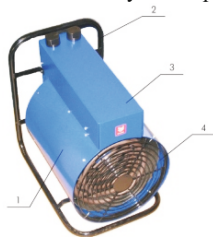

Рис. 1 Тепловая пушка
5.1 Схема тепловой пушки представлена на рис. 1.
5.5 Электрическая схема пушки представлена на рис. 1 Приложения.